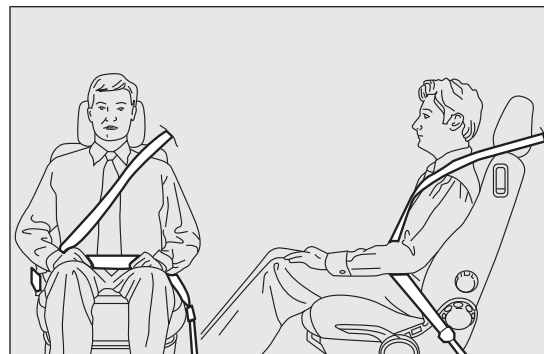

fig. 79
**ATTENTION** La sangle de la ceinture ne doit pas être entortillée. La partie supérieure doit passer sur l'épaule et traverser le thorax en diagonale. La partie inférieure doit adhérer au bassin (comme l'indique fig. 79) du passager, et non à son abdomen. N'utiliser aucun dispositif (agrafes, arrêts, etc.) pour tenir les ceintures éloignées du corps des utilisateurs.